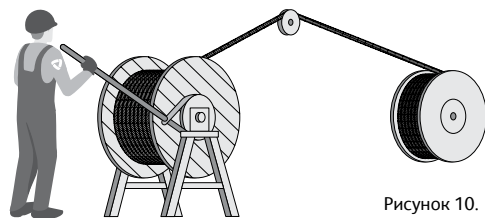

Рисунок 10.
- Намотка каната на барабан лебедки должна производиться на малой скорости, с обеспечением натяжения каната при помощи тормозного устройства на транспортном барабане (рис. 10) или поворотном разматывателе. Поддержание натяжения каната обеспечивает его правильную намотку. Слабина или неравномерность намотки каната приводят к чрезмерному износу, раздавливанию и деформации каната.